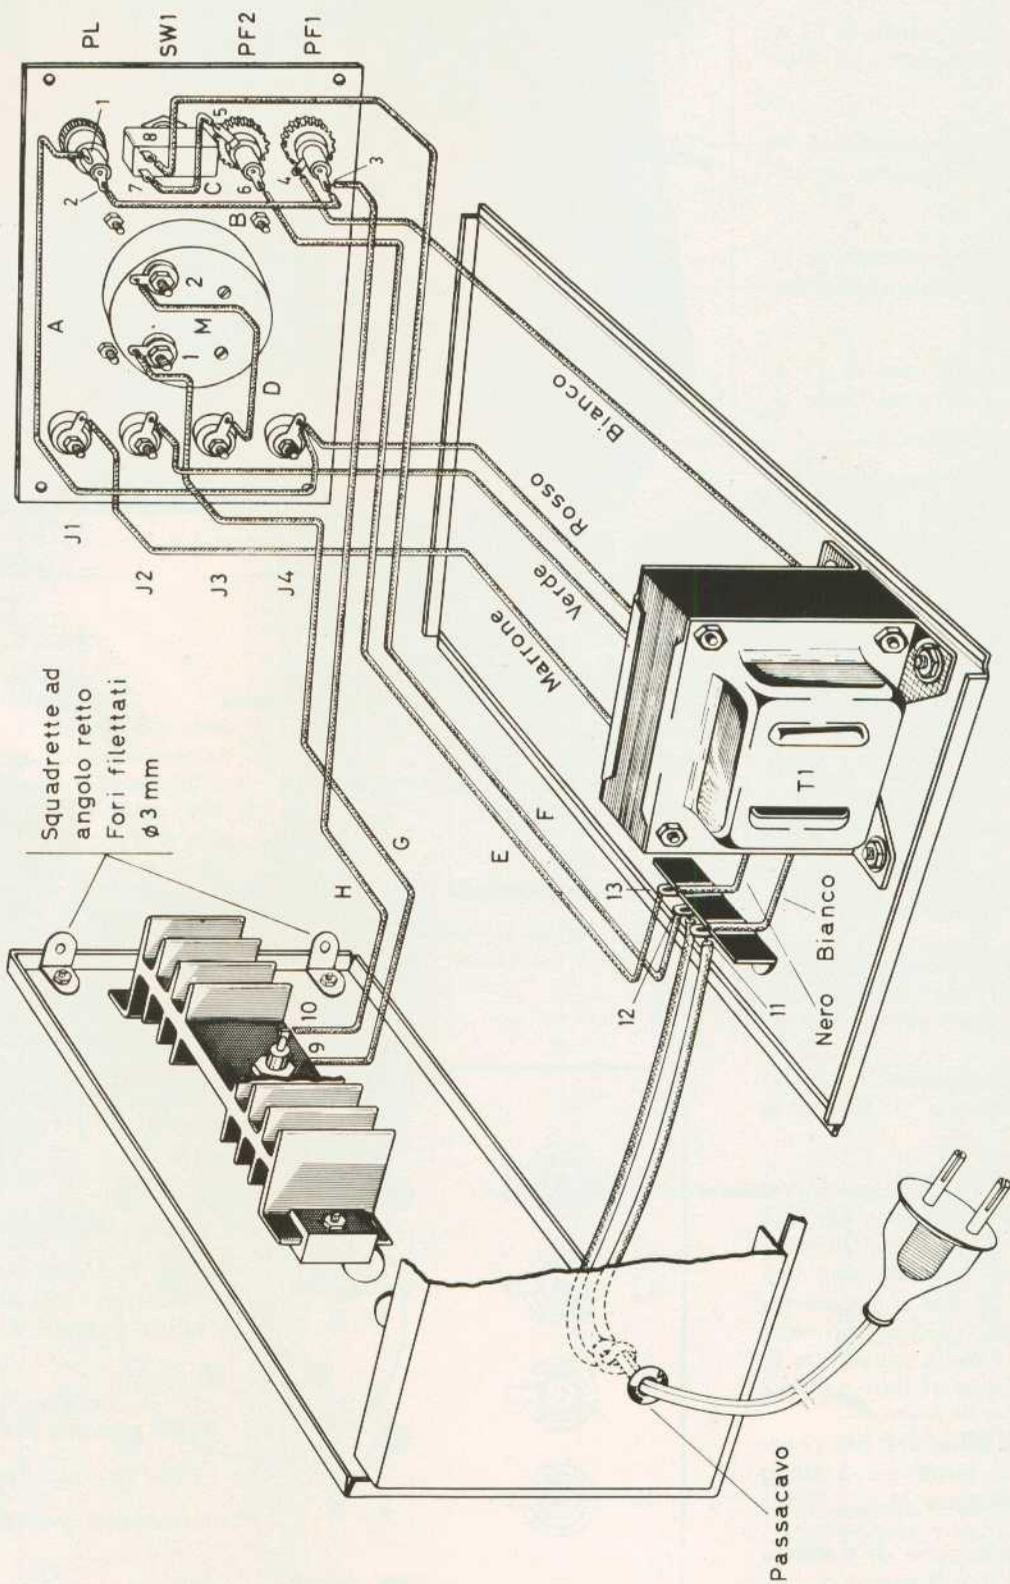

Fig. 4 - Cablaggio dell'UK 480.
- Collegamenti fig. 4 - Tabella 1
#### Montaggio del contenitore - fig. 4